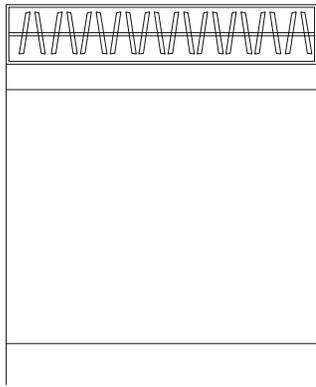
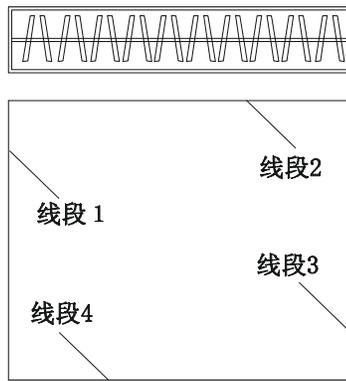
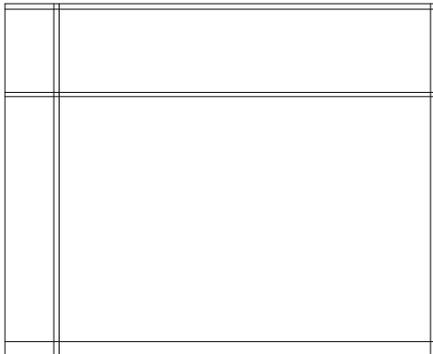
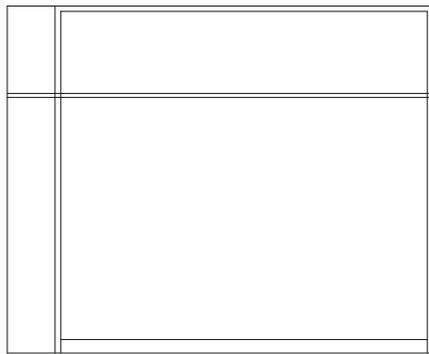

图 3-2-7
图 3-2-8
图 3-2-9
图 3-2-10
**STEP 03** 使用修剪命令 TRIM 将如图 3-2-7 所示的图形进行修剪,如图 3-2-8 所示,其命令行操作如下:
选择对象: 指定对角点: 找到 4 个 // 框选如图 3-2-7 所示的整个图形
**STEP 04** 使用偏移命令 OFFSET 将如图 3-2-8 所示图形的部分线段进行偏移,如图 3-2-9 所示,其命令行操作如下:
选择要偏移的对象或 <退出> : // 单击如图 3-2-8 所示的线段 1
选择要偏移的对象或 <退出> : // 单击如图 3-2-8 所示的线段 2
选择要偏移的对象或 <退出> : // 单击如图 3-2-8 所示的线段 3
选择要偏移的对象或 <退出> : // 单击如图 3-2-8 所示的线段 4
**STEP 05** 使用倒角命令 FILLET 将如图 3-2-9 所示图形的部分线段进行半径为 0 的圆角, 该操作相当于修剪, 如图 3-2-10 所示, 其命令行操作如下:
**STEP 06** 使用修剪命令 TRIM 将如图 3-2-10 所示图形的部分线段进行修剪,如图 3-2-11 所示,其命令行操作如下:
// 框选如图 3-2-10 所示的整个图形